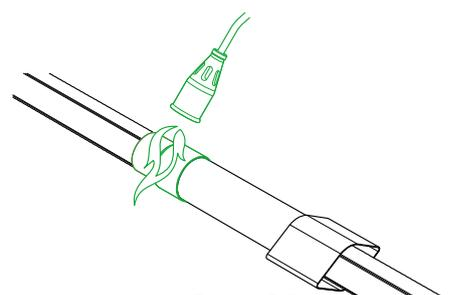

Рис. 4.8.7
- Усадить термоусаживаемый рукав газовой горелкой (или паяльной лампой, или техническим феном) (рис. 4.8.7).